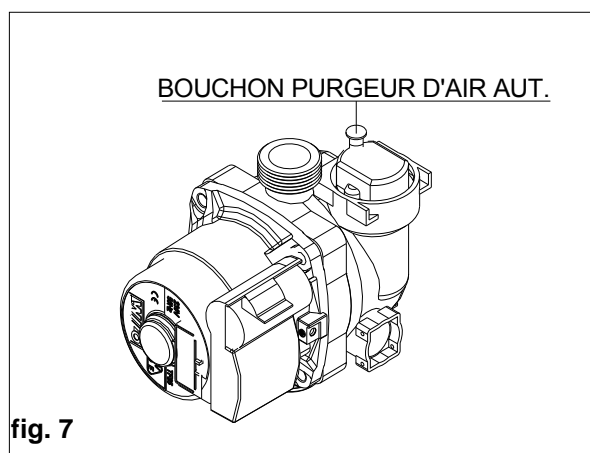

fig. 7
- contrôler que le bouchon du purgeur du circulateur soit légèrement desserré pour permettre à l'air de sortir (fig.7) ;